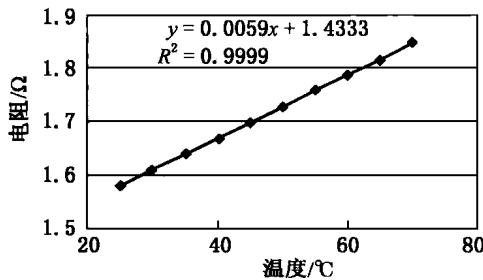

图 1-1 焊丝电阻的线性拟合结果
单击“插入”菜单中的“图表”，选中“XY 散点图”；在对话框“步骤之 2”的“数据区域”中输入存放 y 轴数据的单元格区域 B2: K2；在“系列”选项的“X 值 (X)”中输入存放 x 轴数据的单元格区域 B1: K1；在对话框“步骤之 3”中确定图形名称、坐标轴的标题及网格线，确定图表的插入位置后即可完成试验数据分布图。选中所作的图表，在工具栏单击“图表”中的“添加趋势线”，在弹出的对话框选项中“类型”选“线性”；“选项”选中“显示公式”和“显示 R 平方值”的复选框，便可得到拟合线方程和相关系数的平方。如图 1-1 所示，拟合线方程为 $y = 0.0059x + 1.4333$ ，相关系数平方 $R^2 = 0.9999$ ，由此可得在 0 ℃时焊丝的电阻为 1.433 Ω。